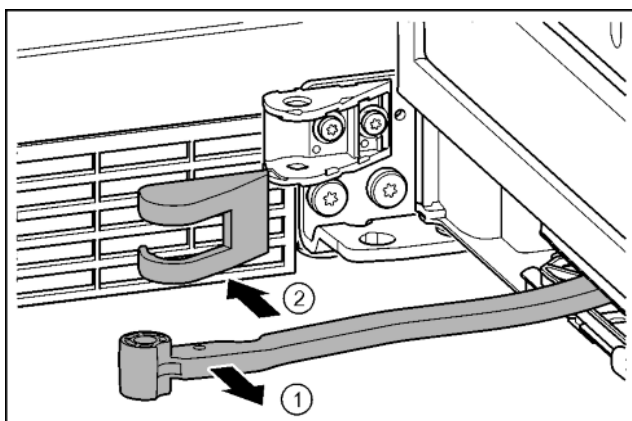

Fig. 18
- Scharnier in de richting van de deur draaien. Fig. 18 (1)
- Afdekking verwijderen. Fig. 18 (2)